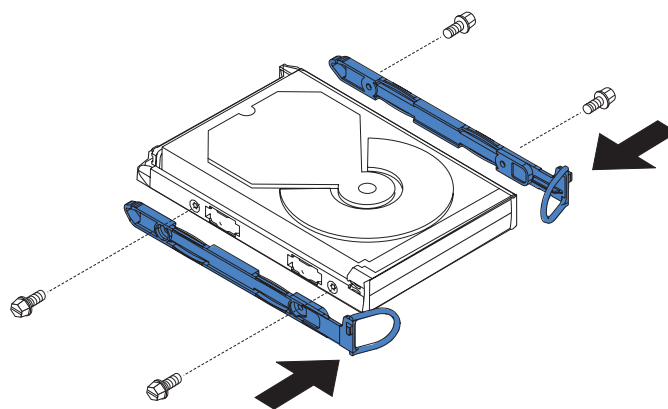

図 89. SAN ポリユーム・コントローラー 2145-4F2 ディスク・ドライブへのレールの取り付け
8. ディスク・ドライブを別のものと交換する場合は、図 89 を参照してください。新しいディスク・ドライブに同梱のレールとねじを見つけます。レールをディスク・ドライブに取り付けます。